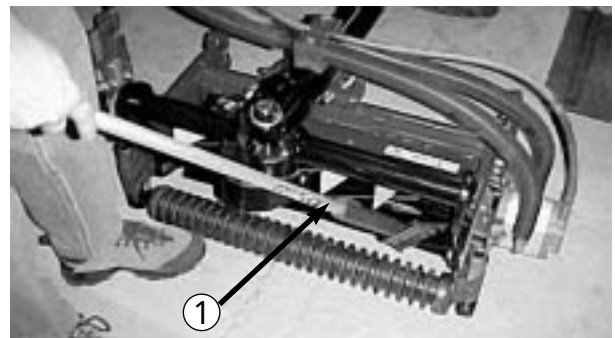

図 73
8. 長柄のブラシ（P/N29-9100）で、ラッピングコンパウンドを塗布しながら作業する（図73）。柄の短いブラシは厳禁。